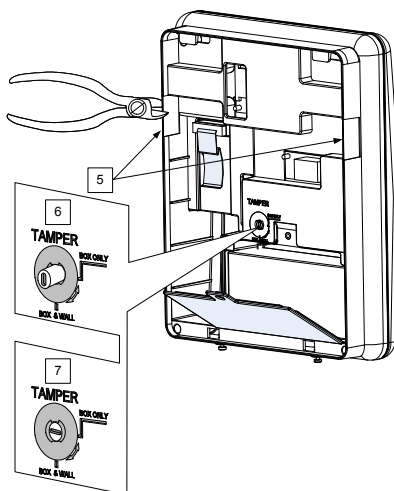

Figura 4: installazione a parete
2. Appoggiare il supporto di montaggio contro la parete e segnare la posizione dei fori di fissaggio (sono disponibili 5 fori di fissaggio, oggetto 1, e un foro aggiuntivo per fissare il supporto di protezione tamper, oggetto 2, vedi figura 4).
4. Rompere le linguette per il passaggio cavi poste nella parte posteriore della centrale e far passare i cavi lungo l'apposita guida (inclusi i cavi per l'alimentazione elettrica e la linea telefonica), vedi figura 4.
5. Se necessario rimuovere le linguette dei cavi (5) per permetterne il passaggio.
6. Bloccare i cavi con gli appositi ganci (4).
- a. Configurazione antiapertura ed antirimozione (vedi 6, Figura 4) – Attiva il tamper quando viene aperta o rimossa la centrale.
- b. Configurazione solo antiapertura (vedi 7, Figura 4) – Attiva il tamper solo quando viene aperta la centrale.